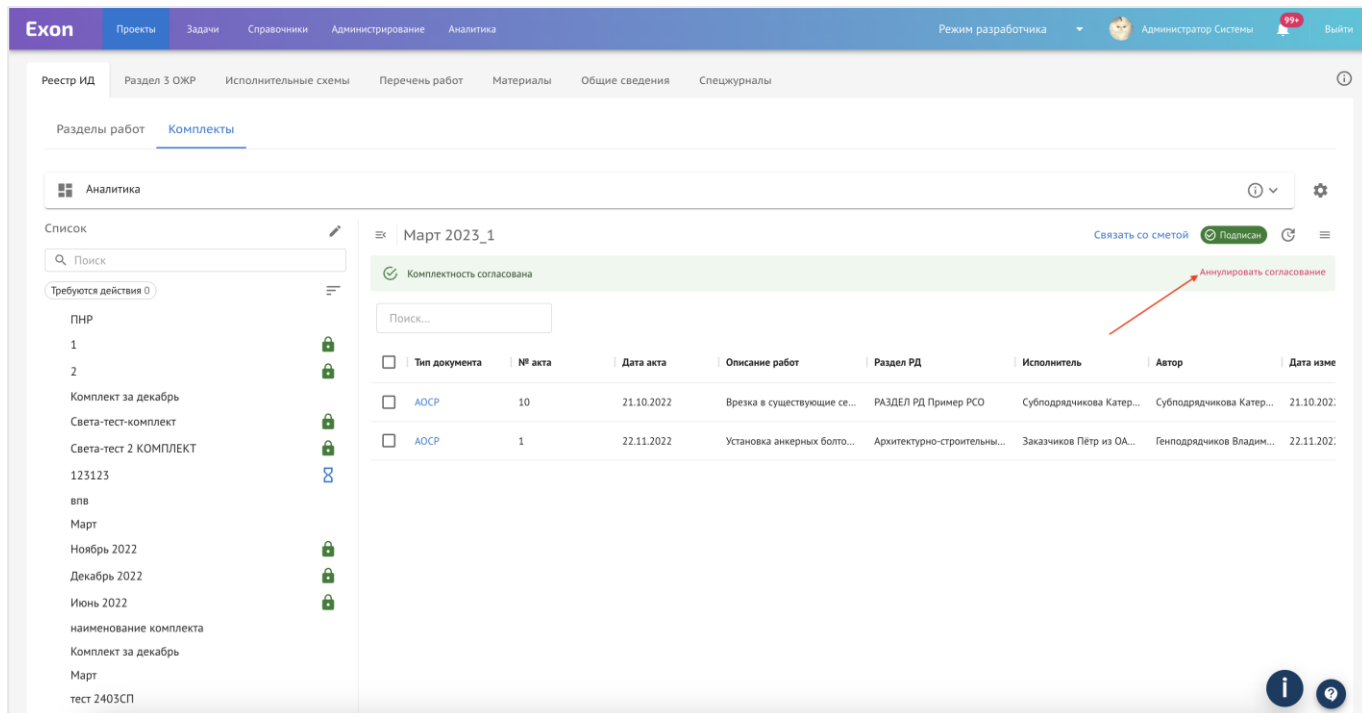

Рис. 96 – Аннулирование согласования комплектности
1. Выбрать соответствующий комплект и нажать на «Аннулировать согласование» (рис. 96);